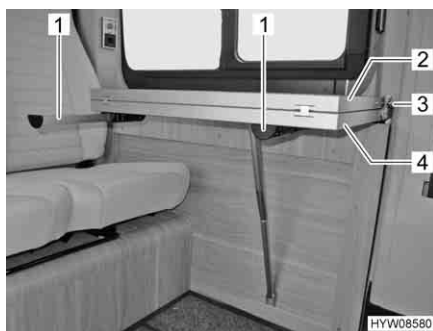

Fig. 33 Tavolo
- Sfilare i due puntelli (Fig. 33,1).
- Sfilare il bottone di sicurezza (Fig. 33,3) e rimuovere la cintura di ritegno dalla prolunga del piano del tavolo (Fig. 33,2).
- Aprire la prolunga del piano del tavolo (Fig. 33,2).
- Ripiegare la prolunga del piano del tavolo (Fig. 33,2).
- Spingere il bottone di sicurezza (Fig. 33,3) della cintura di ritegno sul supporto della prolunga del piano del tavolo.
- Infilare dentro i due puntelli (Fig. 33,1).
- Sollevare leggermente il piano del tavolo (Fig. 33,4) in avanti.